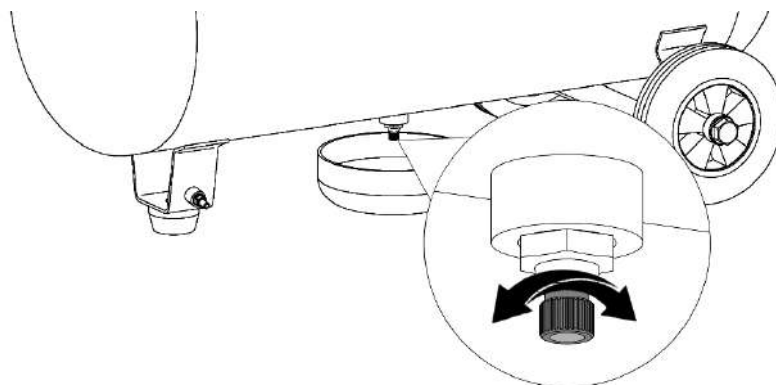

Рисунок 11
- Ослабьте винт конденсатоотводчика и слейте конденсат (рисунок 11).